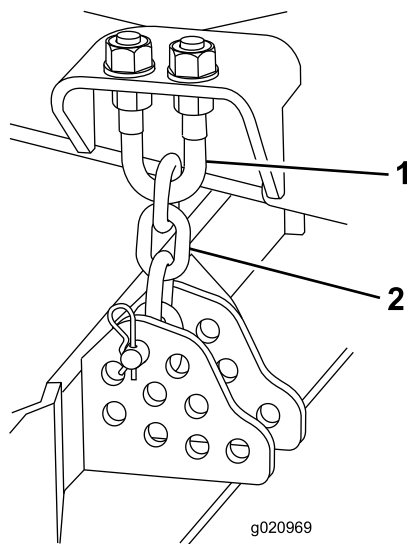

Figura 104
3. Togliete la coppiglia e il perno con testa che fissano le catene dell'altezza di taglio sul retro dell'apparato di taglio (Figura 104).